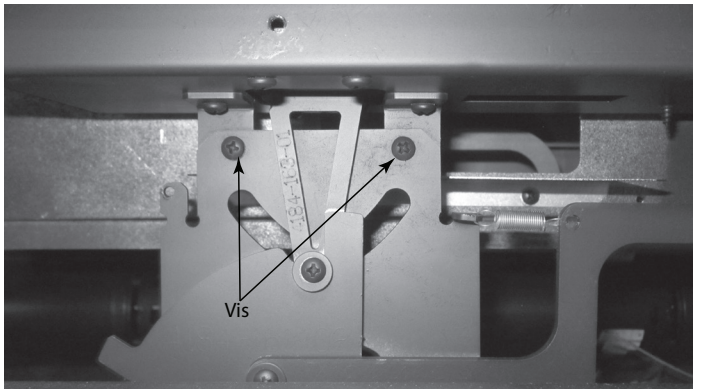

Figure 4.35 Visser la minuterie à la chambre à air.
12. Vissez la minuterie à la chambre à air. Voir la figure 4.35.